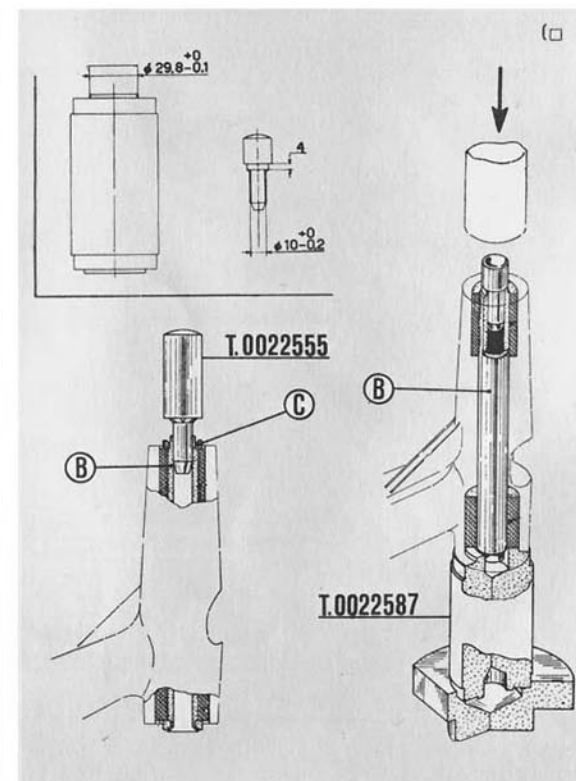

Fig. 61
3rd Operation (Fig. 61): Fit the spacers "C" and caulk the tube "B" at both extremities.
Note - If with the caulking of the tube (Operation 3) the caulked extremities are not at the same distance from the corresponding engine bracket extremity it is necessary to act on the tube "B" with a hand press, Fig. 61, so as to obtain the correct projection of the extremities.
3.a Operación (Fig. 61): montar los distanciadores "C,, y achaflanar el tubo "B,, en las dos extremidades.
N. B. - Si con el achaflanado final del tubo (op. 3) las extremidades achaflanadas no se hallan a la misma distancia de la correspondiente extremidad del travesaño, actuar sobre el tubo "B,, con una prensa a mano (ver fig. 61) hasta obtener un correcto resalto de las extremidades.